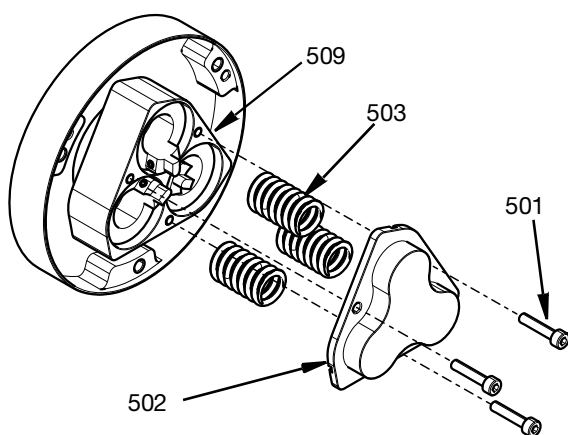

FIG. 10
- Um Zugang zu den Absperrventilstangen (512) und Kolben (506) zu erhalten, entfernen Sie zunächst gleichmäßig die drei M4-Schrauben (501). Der Zylinderdeckel (502) kann dann zusammen mit den Federn (503) abgenommen werden. Siehe FIG. 10.